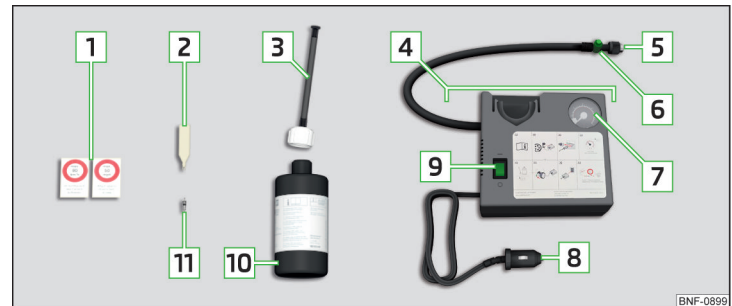

Abb. 334 Pannensetbeschreibung
- › Den Ventileinsatzdreher **2** » **Abb. 334 auf Seite 301** auf den Ventileinsatz stecken, sodass der Ventileinsatz in den Schlitz des Ventileinsatzdrehers passt.
- › Den Reifenfüllschlauch **5** » **Abb. 334 auf Seite 301** fest auf das Reifenventil schrauben.